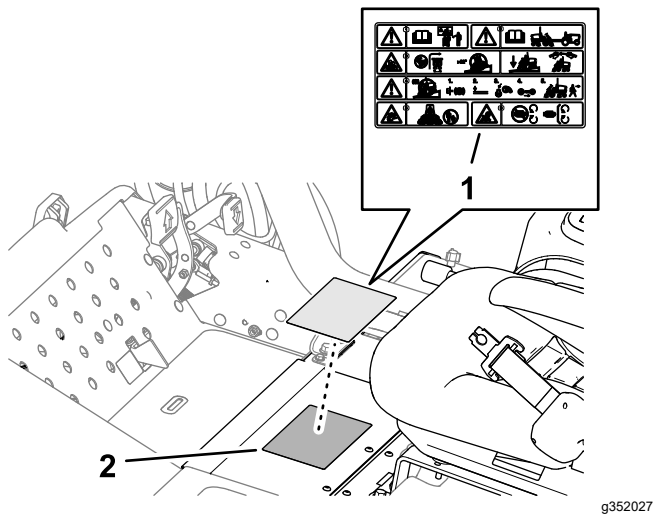

Bild 23
1. Reinigen Sie den Standard-Warnaufkleber mit Alkohol, und lassen Sie den Rahmen trocknen (Bild 23).
2. Entfernen Sie die Trägerfolie und bringen Sie den CE-Warnaufkleber (Bestellnr. 121-7928) über den Standard-Warnaufkleber an, wie in Bild 23 dargestellt.